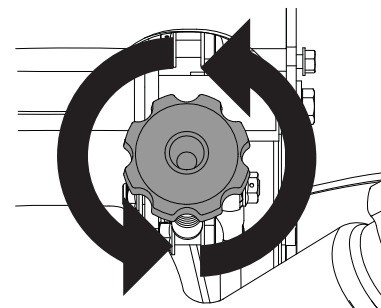

Figure 4-25
1. Si la tondeuse d vie vers la droite, tournez le bouton vers la gauche d'un quart de tour   la fois, jusqu'  ce que la tondeuse se d place en ligne droite. Voir Figure 4-25. Puis, pressez sur le levier de gauche pour tourner vers la gauche.
2. Si la tondeuse d vie vers la droite, tournez le bouton vers la droite d'un quart de tour   la fois, jusqu'  ce que la tondeuse se d place en ligne droite. Voir Figure 4-25. Puis, pressez sur le levier de droite pour tourner vers la droite.